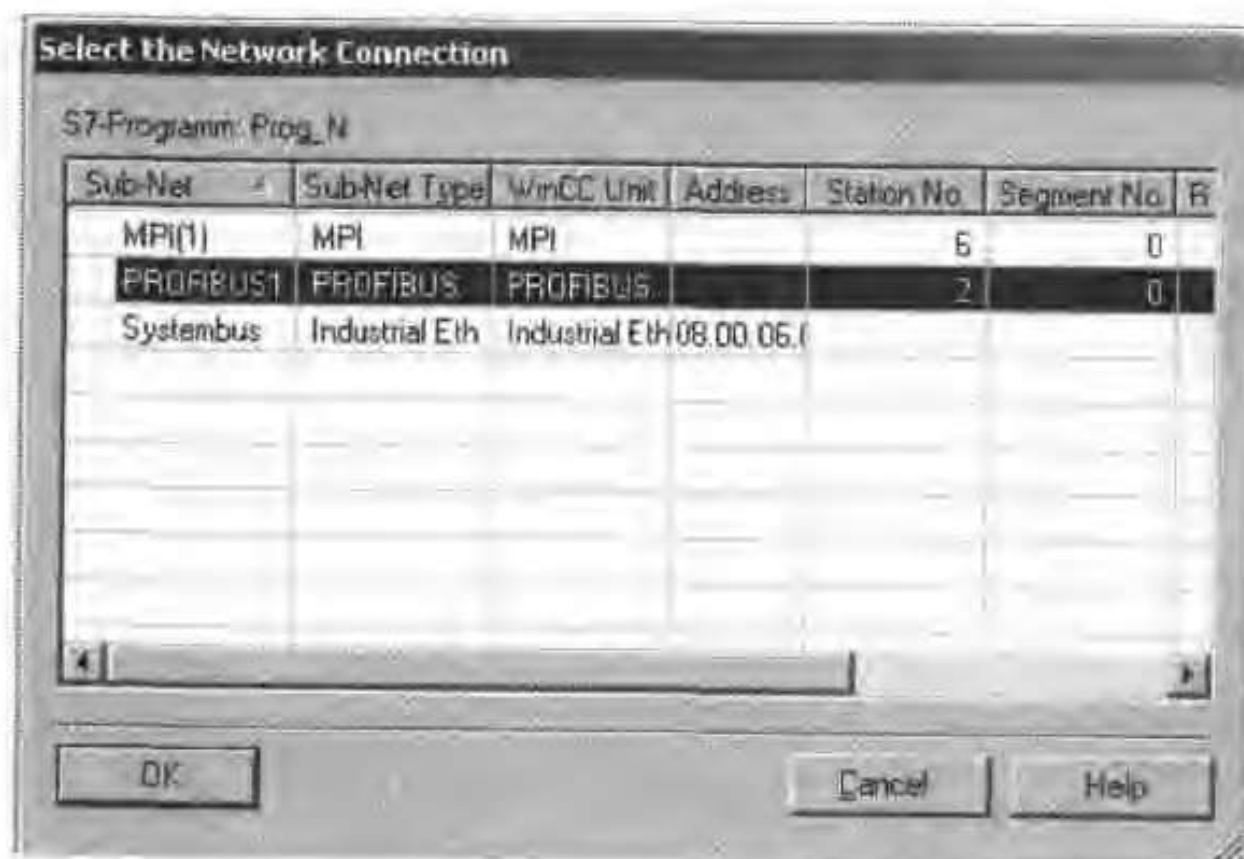

图 13-7 “选择网络连接”对话框
- 选择将要使用的网络连接。当选择左侧区域中的操作站时,相关的 S7 程序将同组态的网络连接一起,都列在右侧区域中。要修改网络连接,可选择 S7 程序,并按下“连接”按钮,选择所需要的网络连接,如图 13-7 所示。按下“确定”按钮,然后选择“继续”按钮。